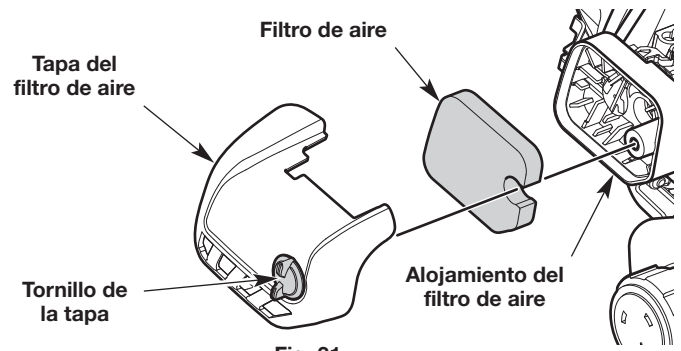

Fig. 31
1. Abra la tapa del filtro de aire para lo cual debe aflojar el tornillo de la tapa (Fig. 31).
2. Extraiga el filtro de aire de su alojamiento (Fig. 31).
6. Vuelva a instalar el filtro de aire en su alojamiento (Fig. 31).